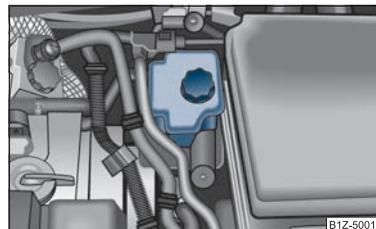

Fig. 165 Compartiment moteur: Réservoir de liquide de frein
- Contrôlez le niveau de liquide de frein dans le réservoir ⇒ page 208, fig. 165. Celui-ci doit arriver entre les marques « MIN » et « MAX ».